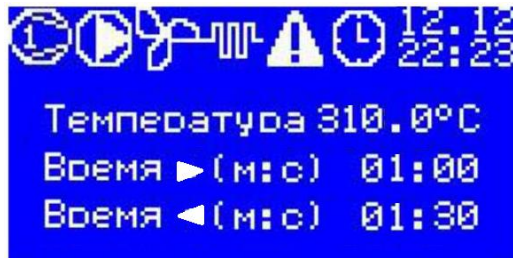

Рис. 8 - Главный экран
- в режиме главного экрана (см. Рис. 8), на котором отображается текущая информация о состоянии системы (текущая температура камеры, заданные время прохождения камеры правого и левого полотен, информация о работающих устройствах или наличие аварий) нажмите один раз клавишу ВНИЗ (ВВЕРХ) - появится экран изменения уставки температуры. При нажатии клавиши ВНИЗ (ВВЕРХ) два (три) раза появится экран изменения уставки времени прохождения камеры правого (левого) полотна;